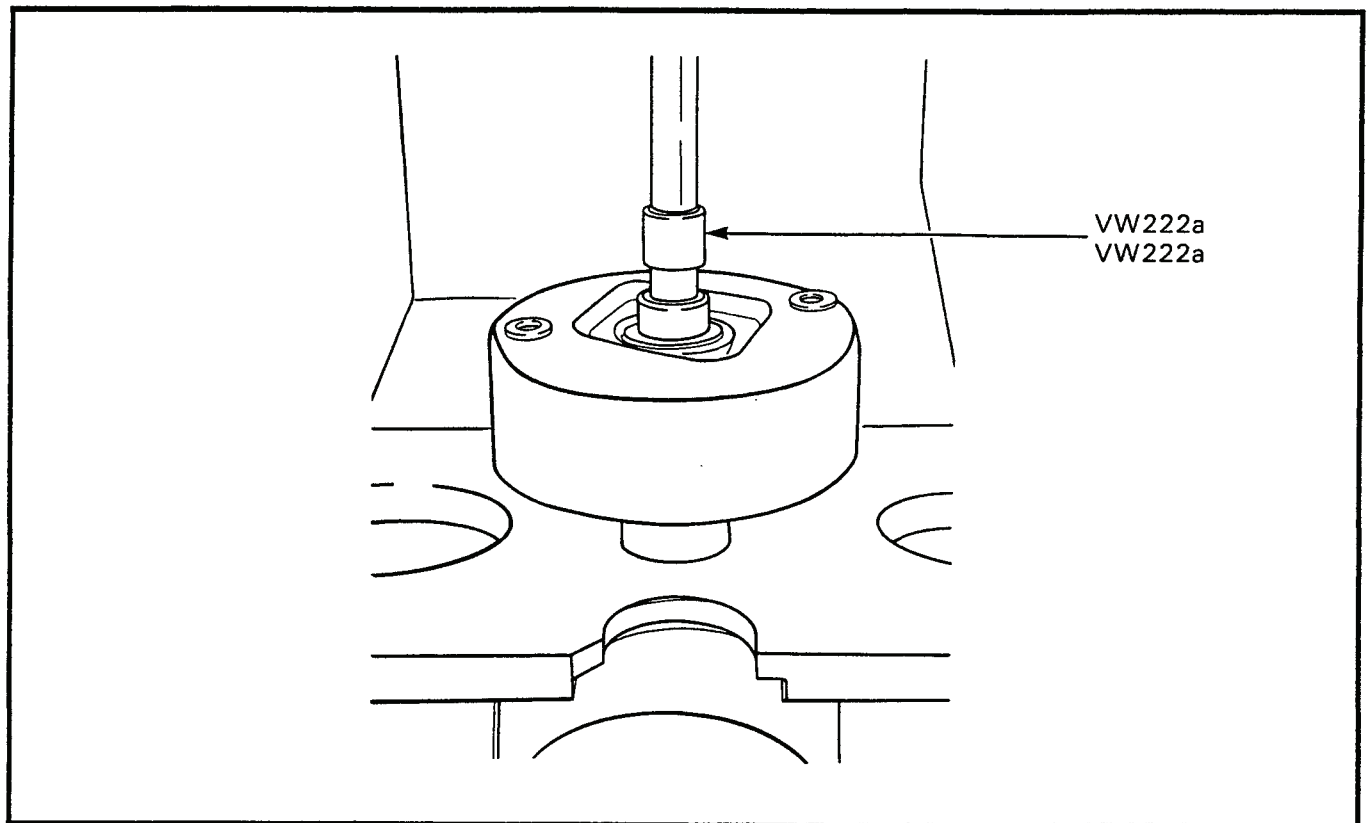

Figure 2-5-3 Removal of Bushing from Starter End Plate
- a. Inspect the bushing in the end plate. If the bushing is worn or damaged, press the bushing out and install a new bushing, using bushing installer VW 222a and a sleeve, see Figure 2-5-3.
- a. Examiner le coussinet de la plaque d'extrémité. Si le coussinet est usé ou endommagé, expulser celui-ci et en installer un neuf au moyen de l'outil d'installation VW222a et d'un manchon, voir figure 2-5-3.